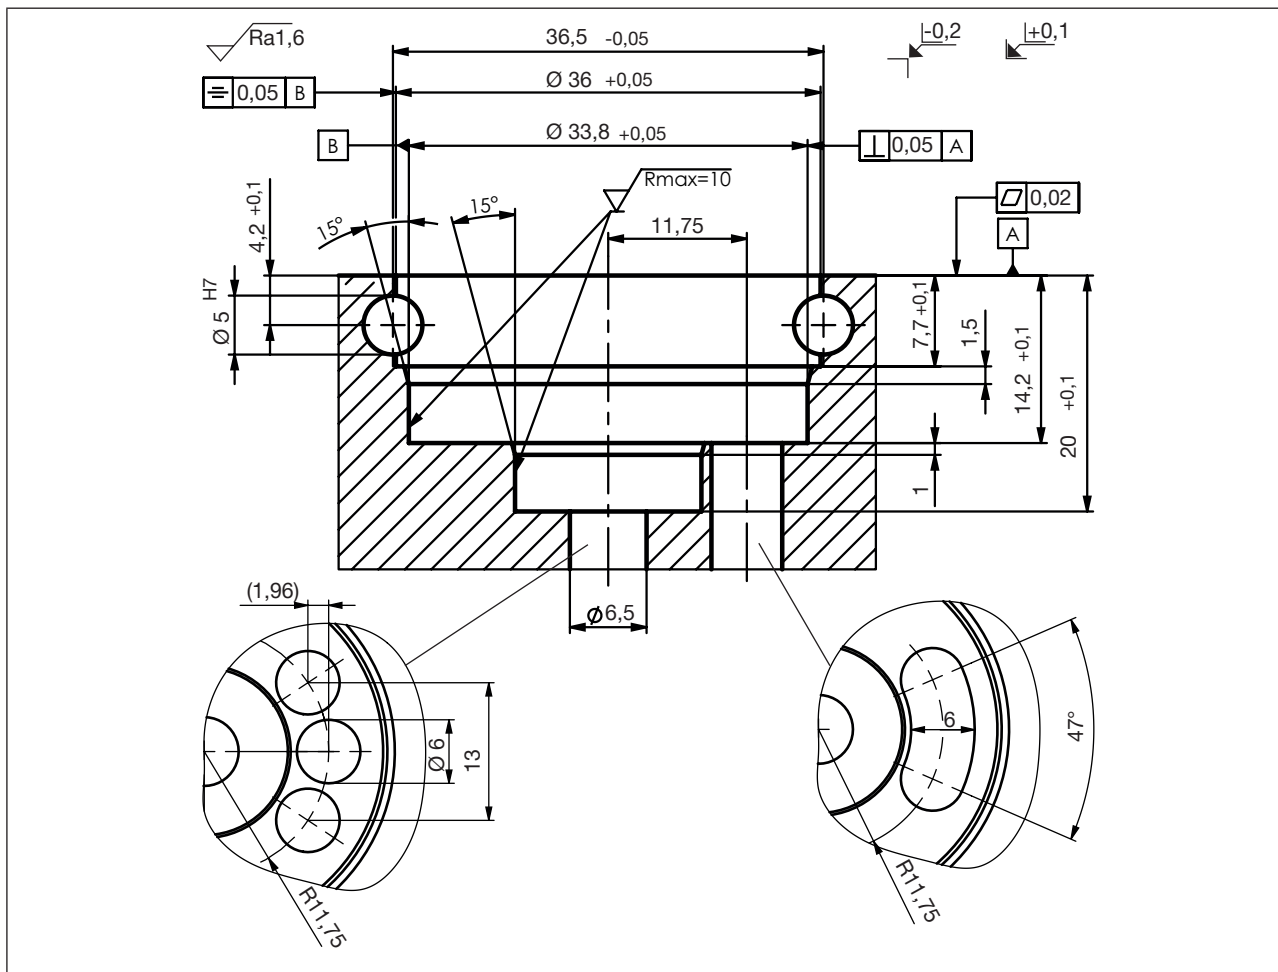

Figure 10 : Espace de montage du corps de cartridge, taille de siège 1 à 6
- Monter la vanne (voir « Figure 10 ») et l'aligner. Aucune rotation excessive n'est possible dans l'état monté.